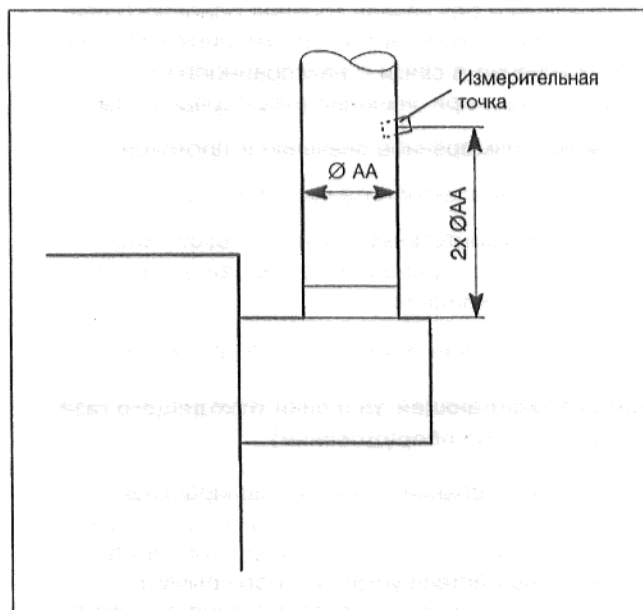

Рис. 22: Измерительная точка в трубе отходящего газа
- Выполнить в трубе отходящего газа отверстие на расстоянии прил. $2 \times \varnothing AA$ за предохранителем потока на стороне, обращенной от котла (Рис. 22).